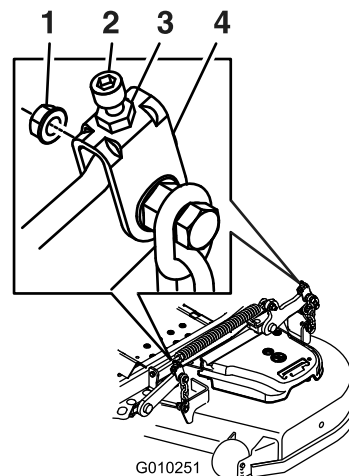

Figura 88
- Si es necesario, afloje la tuerca "whizlock" del lateral de la horquilla y la contratuerca de la parte superior (Figura 88).
17. Gire el tornillo de ajuste hasta obtener una altura de 8.3 cm (3 $\frac{1}{4}$ ") (Figura 88).